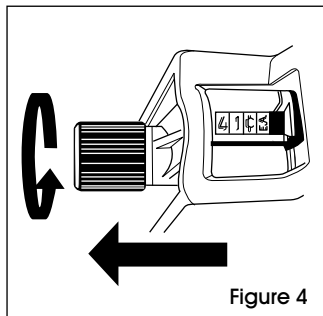

Figure 4
1. Tirez sur le bouton jusqu'à ce que les indicateurs soient sur la bande désirée. (Voir figure 4)